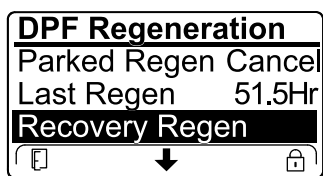

Рисунок 55
- Если компьютер двигателя не запрашивал восстановительную регенерацию, а вы перешли вниз к опции RECOVERY REGEN (ВОССТАНОВИТЕЛЬНАЯ РЕГЕНЕРАЦИЯ), восстановительная регенерация будет заблокирована и в нижнем правом углу дисплея инфо-центра появится значок «Замок» (Рисунок 55).